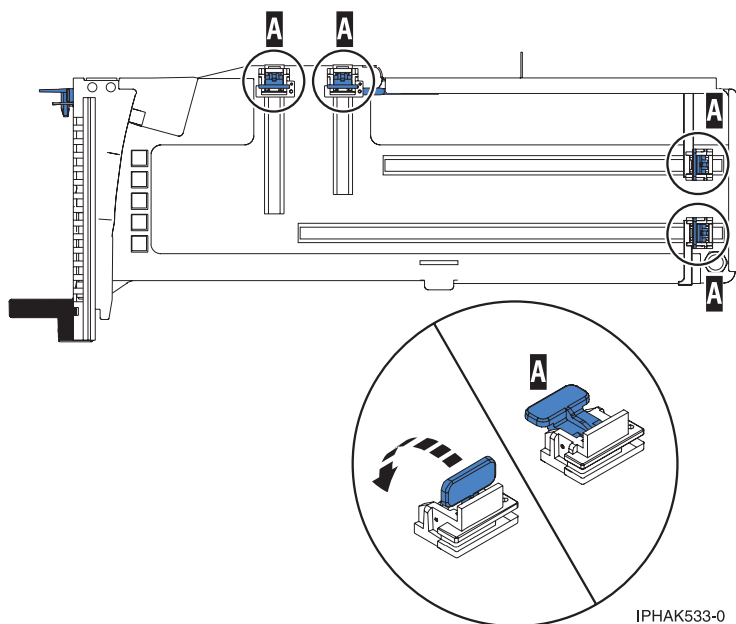

Figura 106. Peças de fixação do adaptador
- b. Certifique-se de que todas as peças de fixação do adaptador (A) foram pressionadas para fora, na direcção das extremidades da cassete, de modo a permitir a colocação do adaptador. Consulte a Figura 106 na página 148.